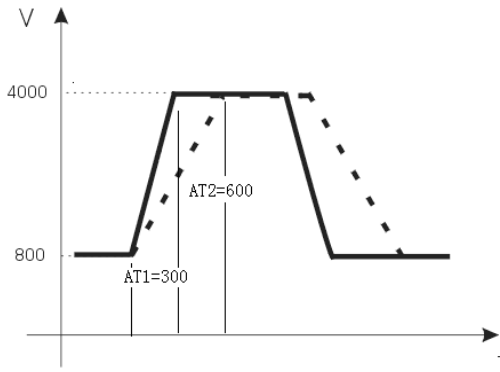

图 2-9 加速曲线示意图
4. 加速时间单位为毫秒，加速时间越短，其速度曲线越陡峭，见图 2-9；
例：S140=800,S141=500,S142=4000 (见图 2-9)